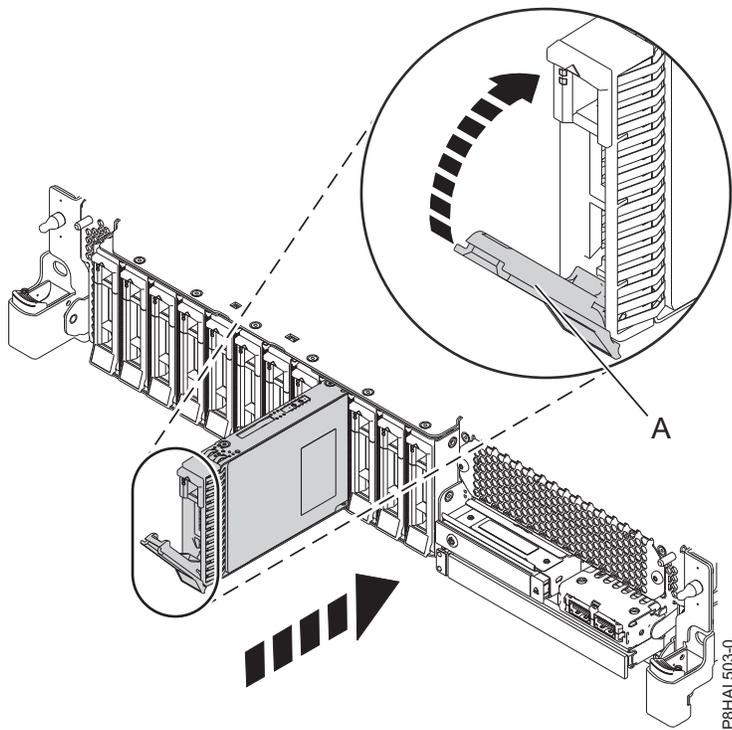
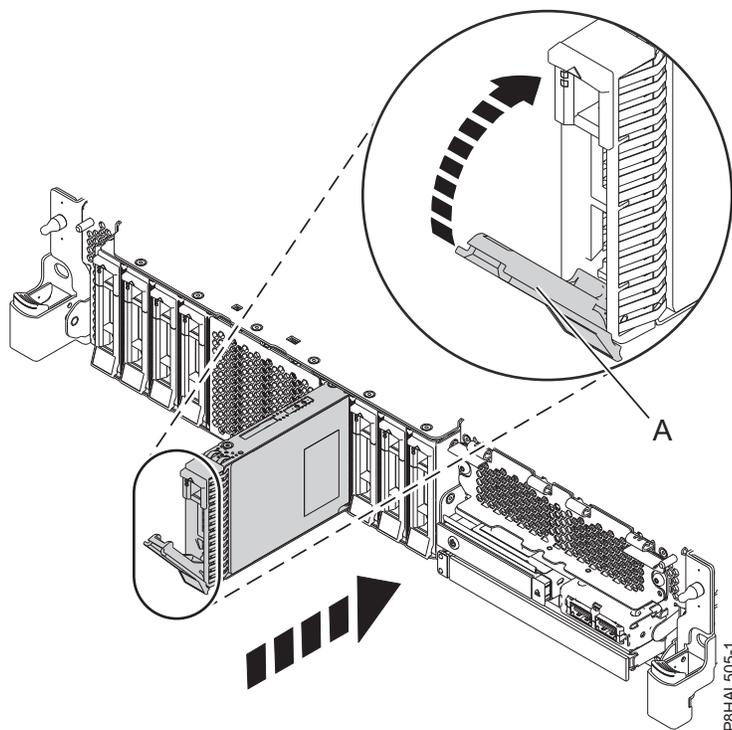

Figura 23. Instalar uma unidade de disco num sistema de função base
Figura 24. Instalar uma unidade de disco num sistema de função expandida
4. Desbloqueie a pega do compartimento de unidade (A) apertando-a e puxando-a para fora. Se a pega não estiver completamente fora, a unidade não deslizará para dentro do sistema. Consulte a Figura 23 na página 28 e a Figura 24 na página 28.
9. Quando o LED identificador permanece ligado, deslize a unidade completamente para o sistema e empurre a pega da unidade (A) até bloquear, como mostrado na Figura 23 na página 28 e a Figura 24 na página 28.